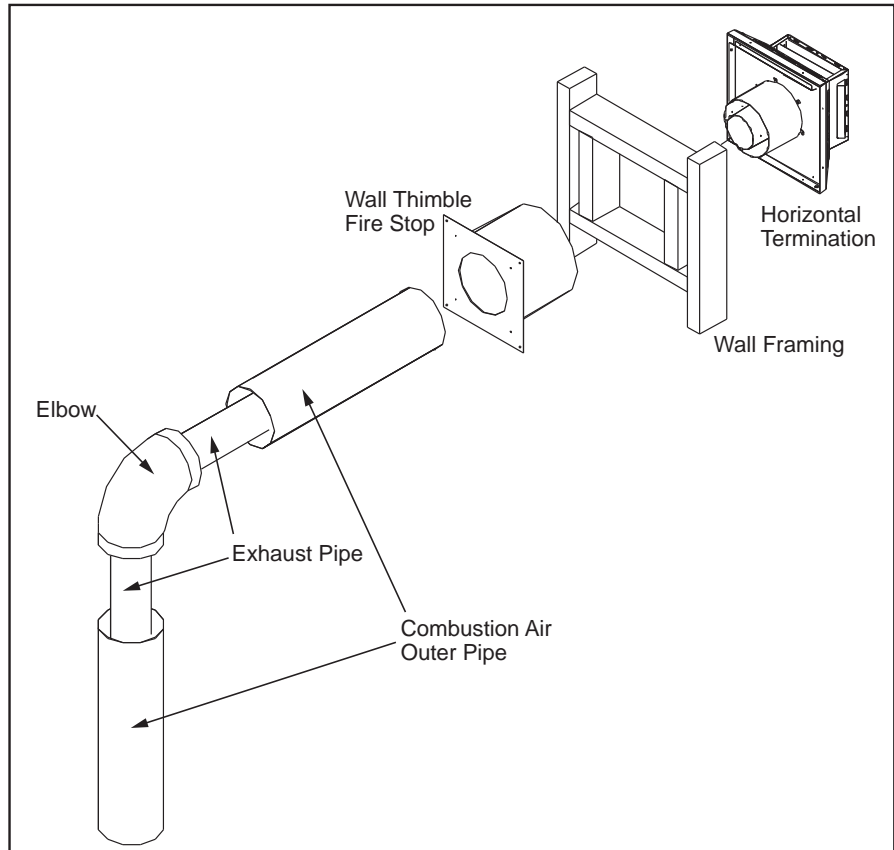

Figure 36: Terminaison de ventilation horizontale
Étape 3. Une fois le tuyau correctement positionné et fixé au foyer, marquez le mur pour un trou carré de 10 pouces (25,4 cm) x 10 pouces (25,4 cm) (voir la figure 36). Le centre du trou doit correspondre à la ligne centrale du tuyau horizontal. Découpez et encadrez le trou dans le mur extérieur où l'évent se terminera. Si le mur à percer est fait d'un matériau non combustible (c.-à-d. de la maçonnerie ou du béton), un trou de 7 pouces (17,8 cm) est acceptable.